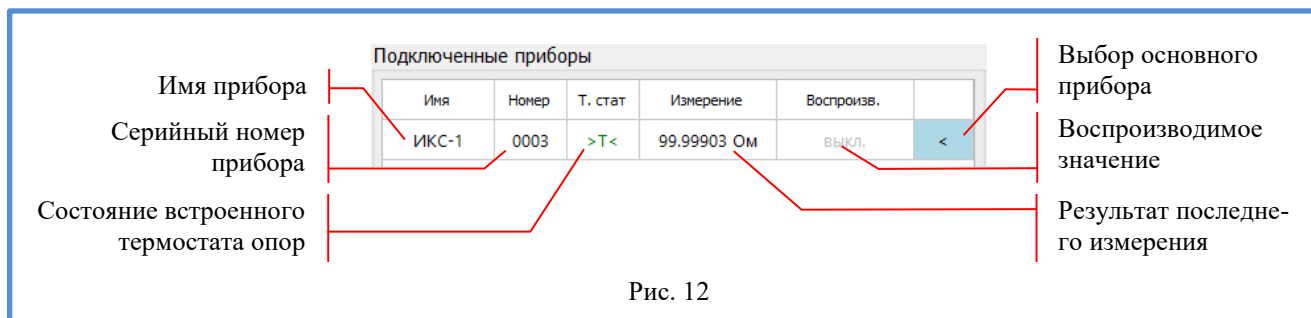

Рис. 12
4.2.3.2 Таблица «Список подключенных приборов», рис. 12